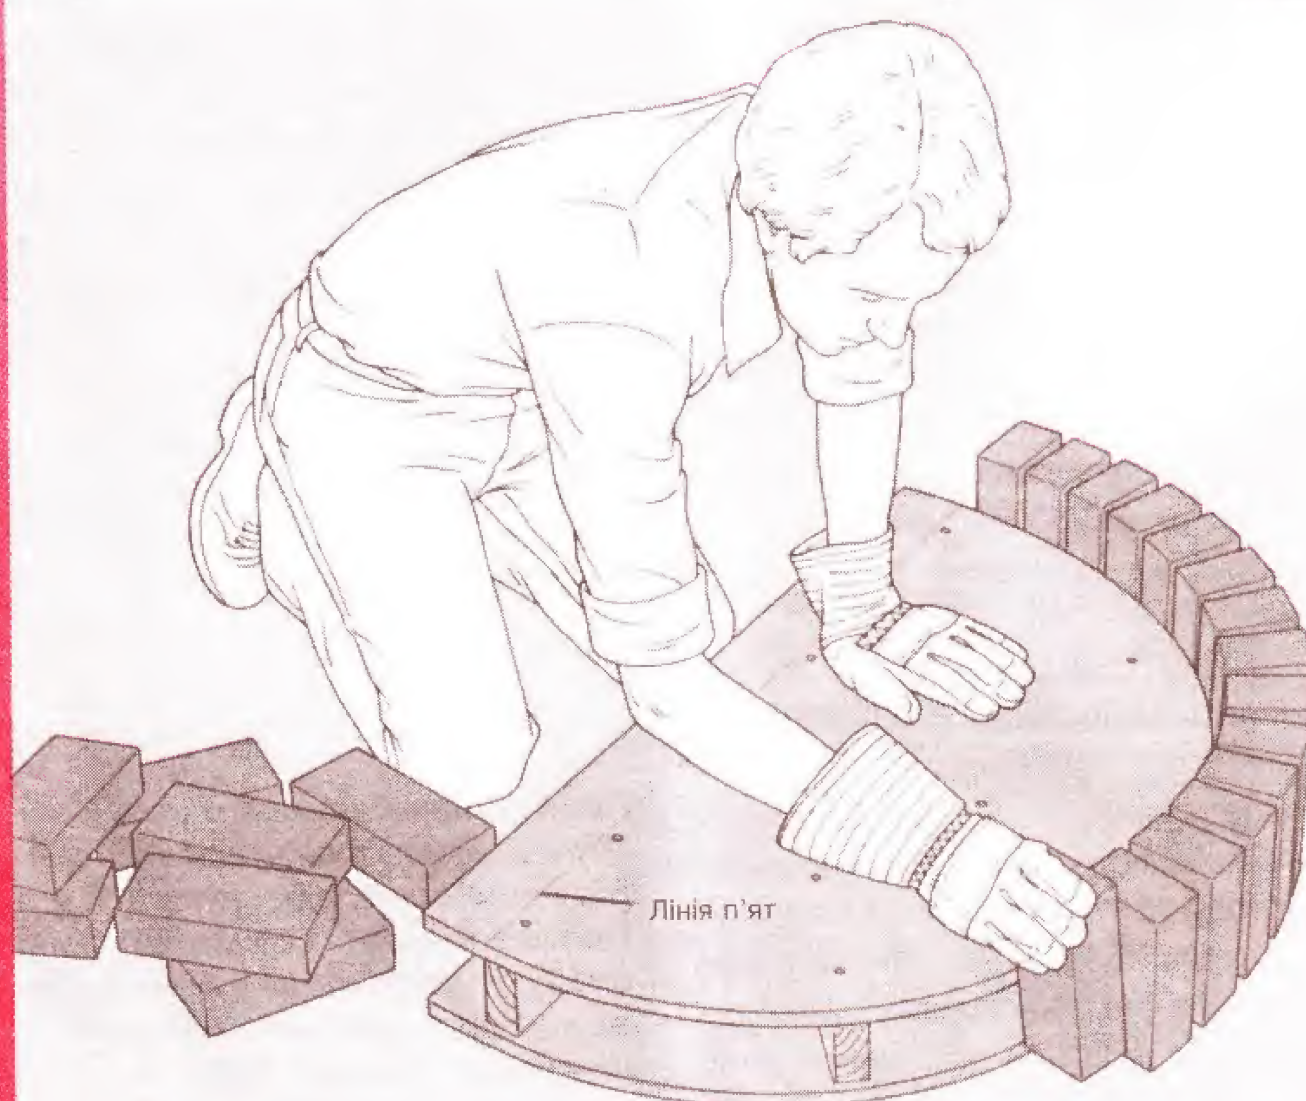

Рис.4.
2. Розмітка положення цеглин. Поклавши "центр" на землю, викладіть парну кількість цеглин, встановлених на торець, навколо його вигнутої кромки, почавши в 5 мм від лінії п'ят (рис.4). Залишайте інтервали між цеглинами в 5 мм; одну цеглу розмістіть точно по центру арки; якщо необхідно, збільшіть інтервали між цеглинами, щоб рівномірно розподілити цеглини по дузі. Позначте положення цеглин по кромці "центра".